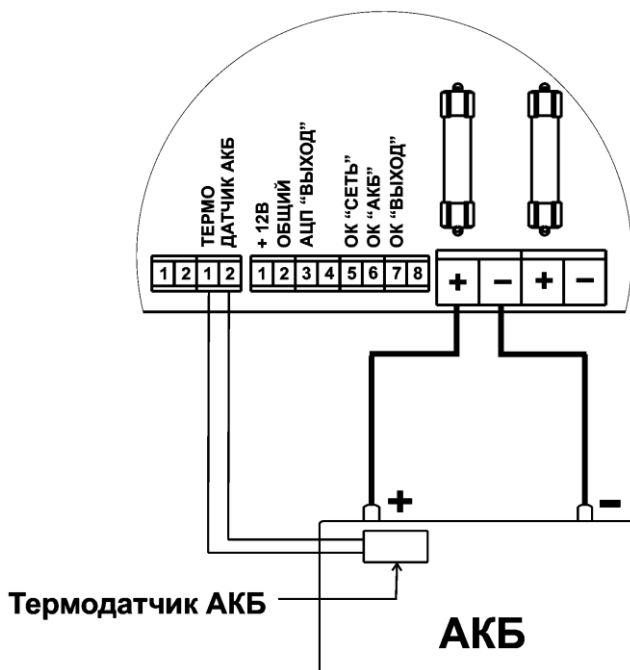

Рисунок 5 – Подключение АКБ и термодатчика
- При необходимости термокомпенсации напряжения заряда АКБ подключите термодатчик к контактам колодки «Термодатчик АКБ» (см. рисунок 5). Чувствительный элемент термодатчика закрепите на корпусе АКБ в непосредственной близости от клеммы «+» с помощью липкой ленты. Для корректной работы термодатчика необходимо обеспечить плотное прилегание чувствительного элемента датчика к поверхности корпуса батареи.
- Подключите, соблюдая полярность, внешнюю АКБ номинальным напряжением 12 В к изделию (см. рисунок 5).